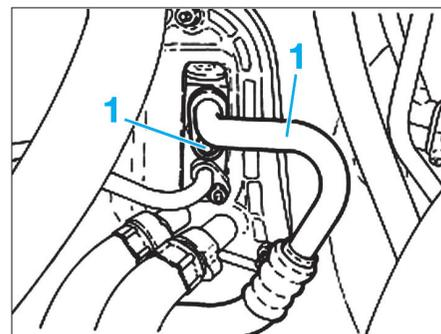

Fig. 15
- Pour les véhicules équipés de la climatisation, il est nécessaire de vidanger le circuit et de déposer le tuyau basse pression (1) du détenteur (Fig.15).